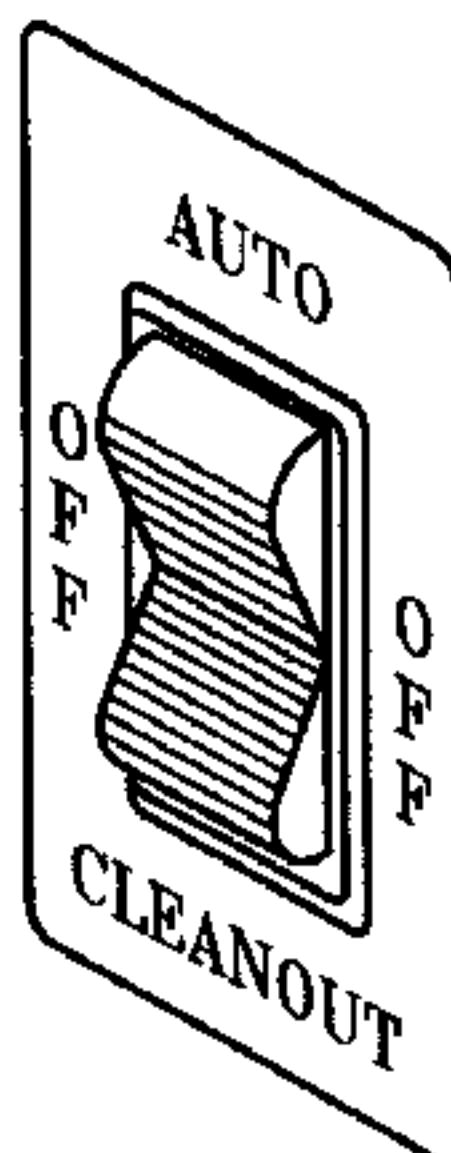

Рис. 25.
6. В машинах, где предусмотрена механическая регулировка плотности, установите главный выключатель (рис. 25) в положение **CLEANOUT** примерно на 1-1/2 сек. (до щелчка), затем быстро переведите выключатель в положение **AUTO**.